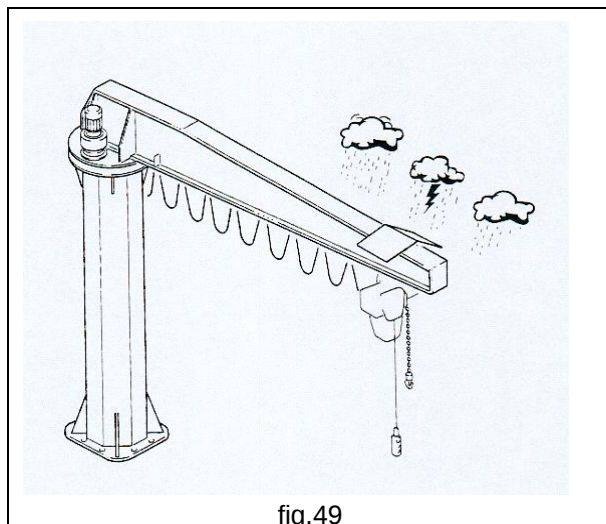

fig.49
- **utilisation en extérieur** : la potence peut être exposée aux agents atmosphériques pendant et après l'utilisation. Les parties électriques du palan, du chariot et de la grue (tableau et moteur de rotation) doivent être équipées d'une protection IP55, il est également recommandé de protéger le palan, le chariot et le moteur de rotation avec des auvents ou des protections (fig.49).